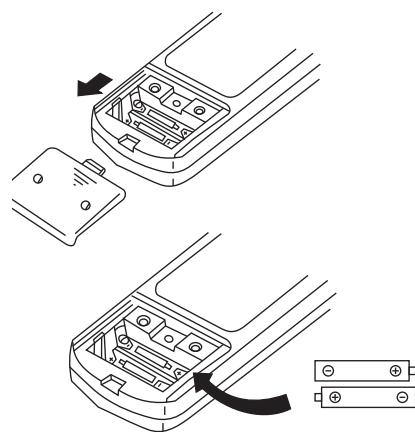

Рис. 7.3
1. Снимите крышку батарейного отсека, сдвинув ее в направлении указанной стрелкой (рис. 7.3).